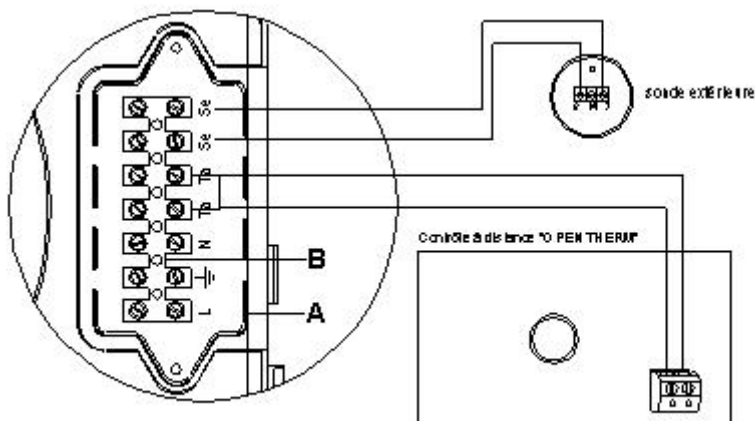

fig.18
**Brancher les câbles au bornier se trouvant à l'intérieur du tableau de commande de la façon suivante (voir fig.18):**